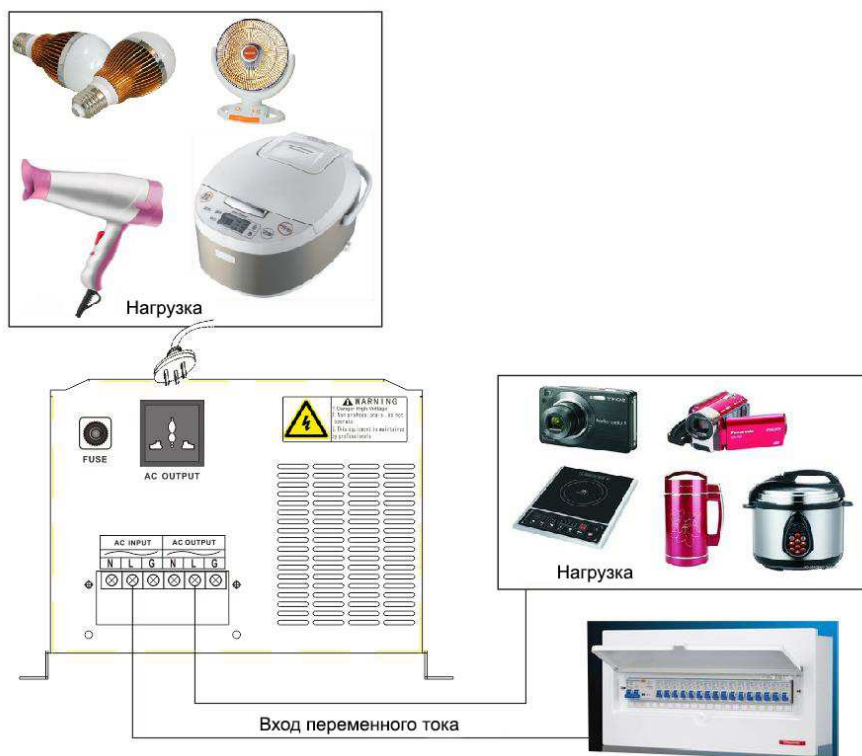

Рис.9
2.1 Схема подключения инвертора (Рис.9)